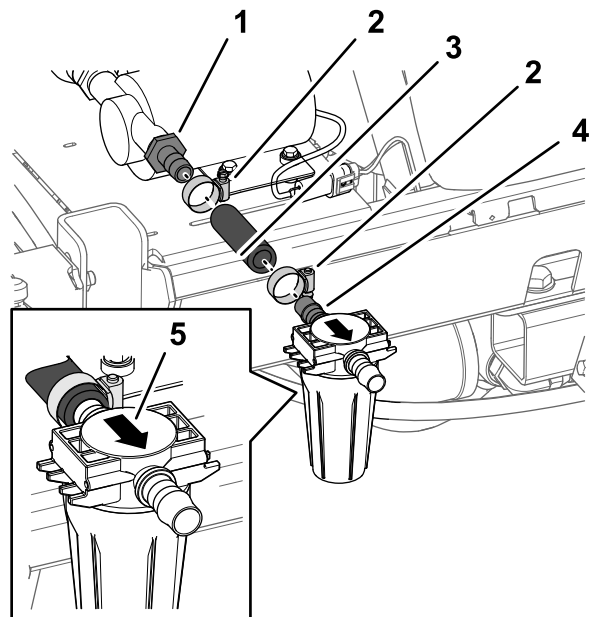
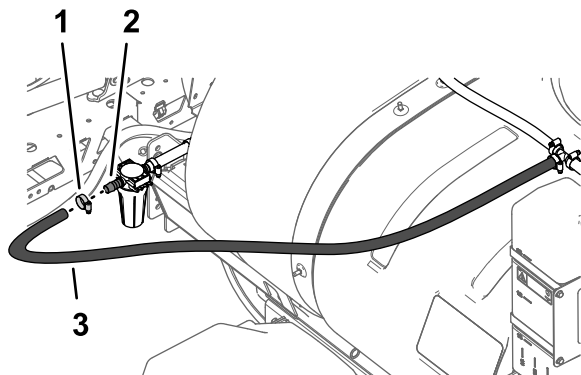

Figura 29
Figura 30
2. Conecte la manguera de 17,8 cm que cortó en Corte la manguera \(página 5\) al acoplamiento dentado recto exterior de la bomba del depósito de enjuague con una abrazadera, y apriete la abrazadera a mano (Figura 29).
3. Conecte provisionalmente el acoplamiento dentado recto de la entrada de la cabeza del filtro (conjunto del filtro) a la manguera de 17,8 cm con una abrazadera (Figura 29).
- Conecte el extremo libre de la manguera de 1,9 cm x 180 cm al acoplamiento dentado recto de la salida de la cabeza del filtro con una abrazadera (Figura 30).
- Ajuste la posición de la cabeza del filtro hasta que la cubeta del filtro esté en posición vertical, y apriete las 2 abrazaderas a mano (Figura 29 y Figura 30).